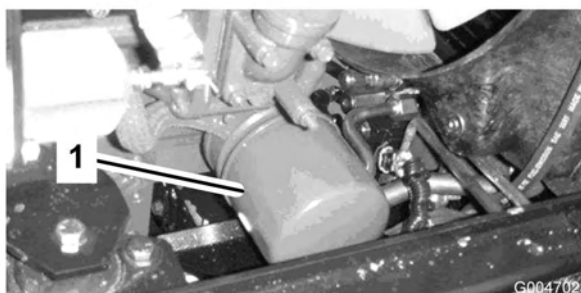

Figura 49
2. Retire o filtro do óleo (Figura 49). Aplique uma leve camada de óleo limpo no vedante do filtro novo antes de o montar. **Não aperte demasiado.**